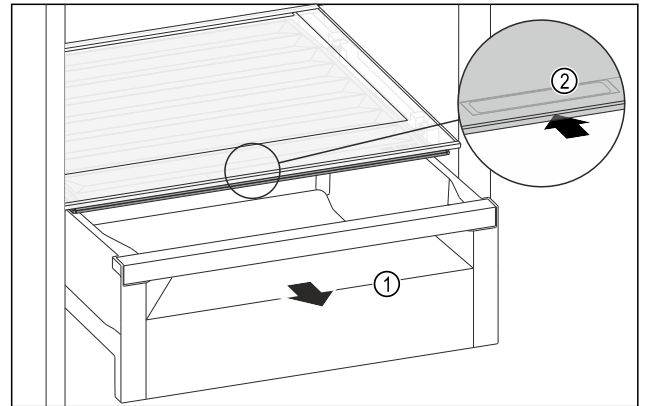

Fig. 125
- Schubfach Fig. 125 (1) herausziehen.
- Griffmulde Fig. 125 (2) am Fachdeckel anfassen und Fachdeckel gleichzeitig nach hinten schieben.